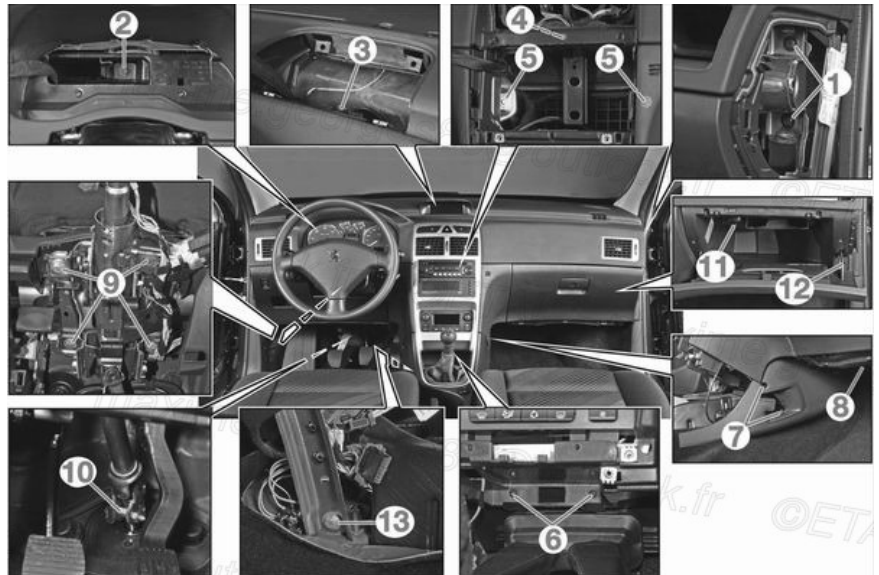

Fig. 34
- A chaque extrémité de la planche de bord, déposer les vis (1) de fixation de la traverse principale **(Fig.34)**